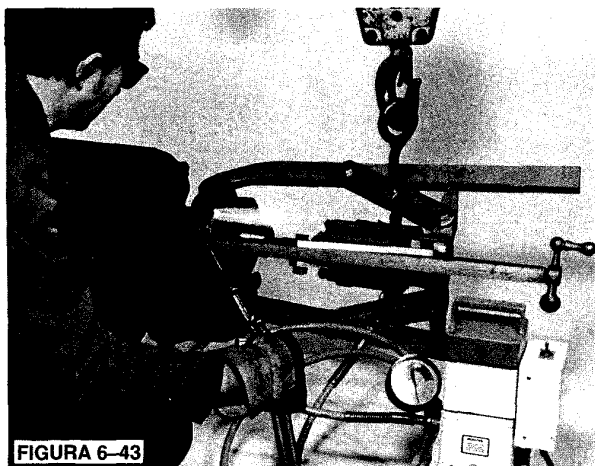

FIGURA 6-43
2. Si el cubo debe ser reemplazado, quite el ventilador (Ver Ítem B) e instale un extractor adecuado en el cubo. Quite los dos tornillos opresores del cubo, sobre la chaveta. Usando un soplete, caliente rápidamente el cubo en el diámetro exterior, mientras ajusta el extractor. (Esto debe hacerse rápidamente, antes que el calor logre dilatar el eje.) Extraiga el cubo. (Figura 6-43.)